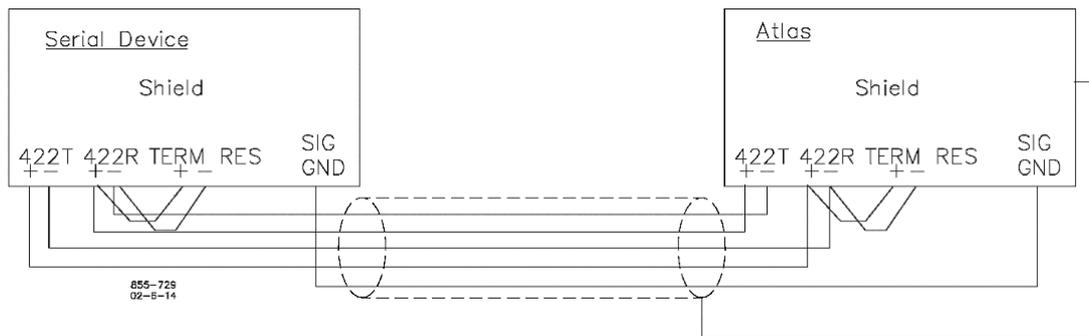

図 4-11. SmartCore ボードの RS-422 インタフェース (配線方法の 1 例)
- RS-422 配線に関しては、図 4-11 を参照してください。伝送データ対 (422T+ および 422T-)、受信データ対 (422R+ および 422R-) ならびに信号接地 (SIG GND) は、図のとおり正しく接続する必要があります。さらに、シールド (SHLD) は、少なくとも 1ヶ所で接続する必要があります。ネットワーク・チェーンの最後のユニットそれだけは、抵抗を使用して受信器を終了させる必要があります。Atlas SC は、このため抵抗を内蔵しています (TERM RES)。ネットワークの各端部のユニットには、終端が必要です。